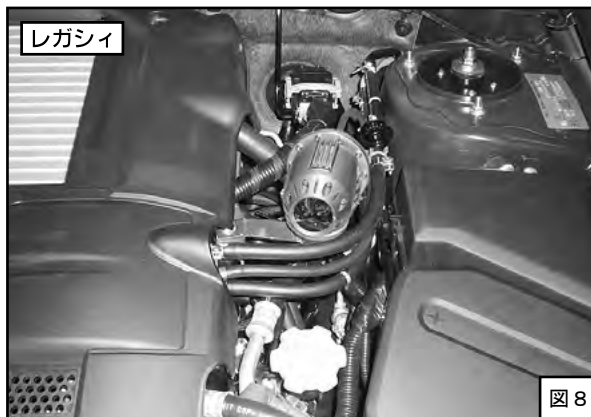

図7
- (11) **インプレッサ** 図7の位置を参考にフューエルホースをキット付属のタイラップ（中）で束ねてください。その際、ホースがつぶれたり、無理な力がかからないようにしてください。（図7）
- (12) ブローオフアセンブリとフューエルホースが干渉する箇所にクッションテープを貼付けてください。（図7）